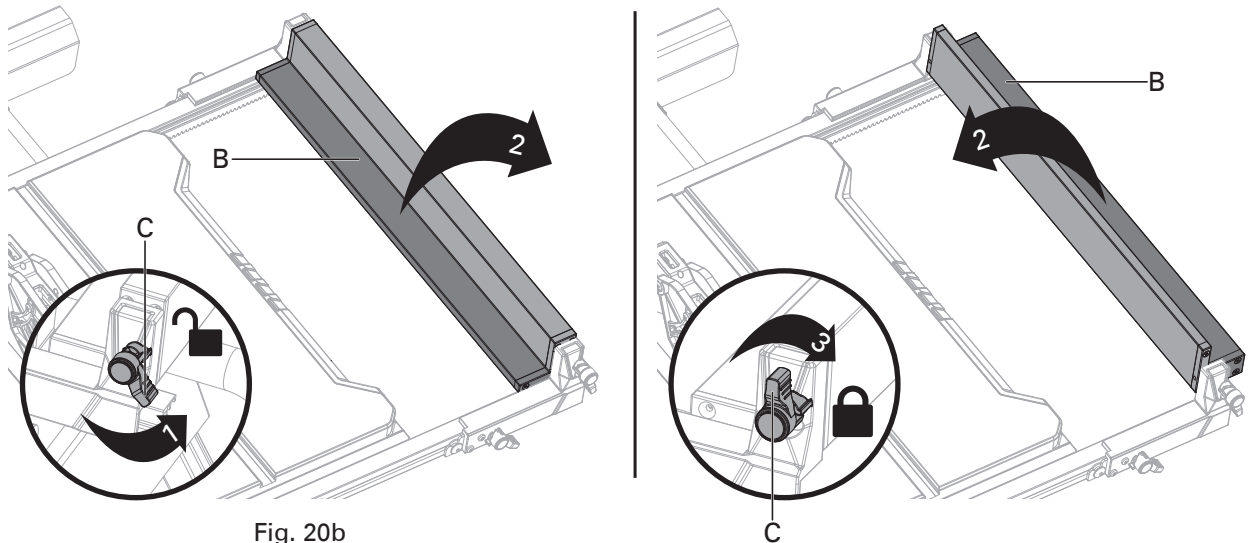

Fig. 20b
GUIDE ÉTROIT (Fig. 20b-20c)
- Pour utiliser le guide étroit (B), tourner le levier de verrouillage (C) dans le sens anti-horaire et faire pivoter le guide étroit (B) comme illustré sur la Fig. 20b, puis tourner le levier de verrouillage (C) dans le sens horaire pour le verrouiller.
- Quand l'outil n'est pas utilisé, tourner le levier de verrouillage (C) dans le sens horaire et rentrer le guide étroit (B) comme illustré sur la Fig. 20b.